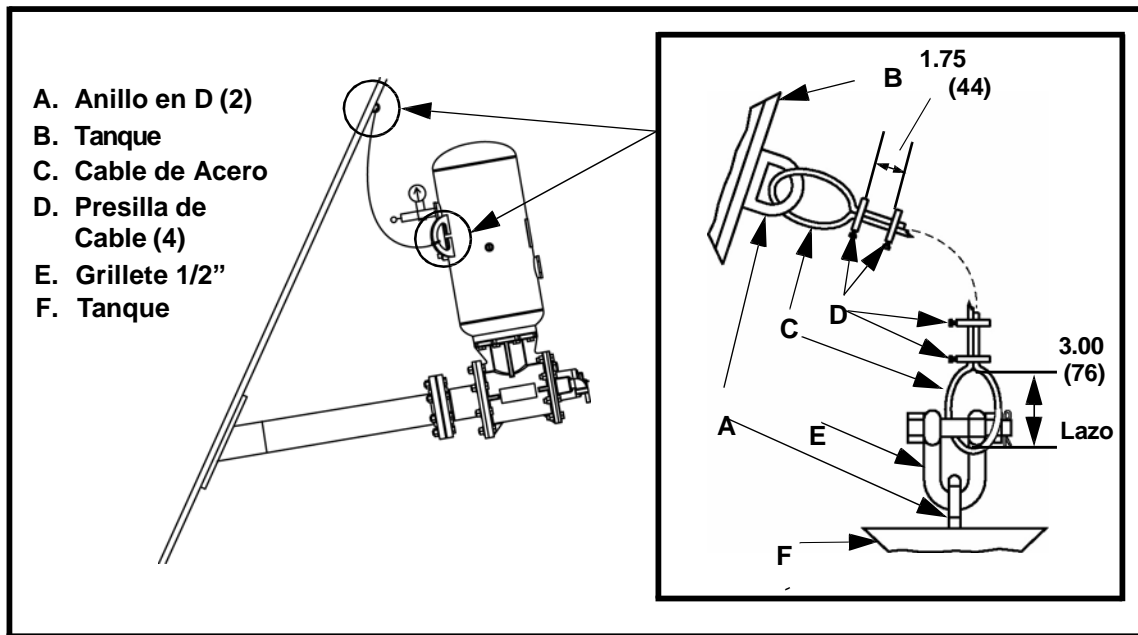

Figura 11. Instalación del Cable de Restricción
1. Suelde el anillo en D (A, Figura 11) sobre el tanque de almacenamiento (B) con soldadura de montaje de ¼ pulg. (6-mm)..